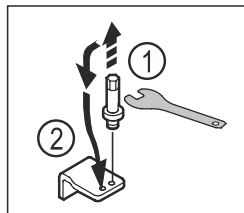

Fig. 22
- Svitare il perno del blocco inferiore di supporto con una chiave a esagono SW5. Fig. 22 (1)
- Inserire il perno sul lato opposto. Fig. 22 (2)